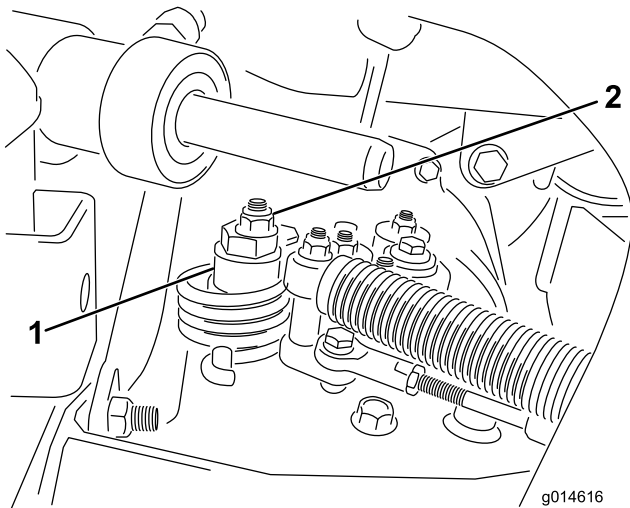

図 48
- A. 偏芯ナットをハイドロスタット上部に止めているナットをゆるめる（図48）。
- C. どちらにも車輪が回らないように偏芯ナットを回して調整する。調整ができたなら固定ナットを締める（図48）。スロットルSLOWおよびFAST位置で調整が正しいことを確認する。